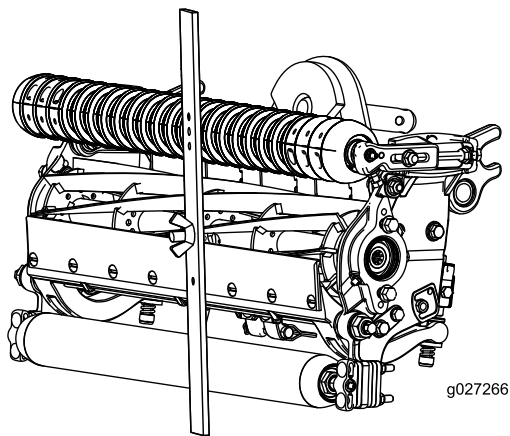

Figura 17
- Agganciate la testa della vite sul tagliente della controlama e appoggiate l'estremità posteriore della barra sul rullo posteriore (Figura 17).
- Ruotate la vite di regolazione finché il rullo anteriore non toccherà la barra di riferimento (Figura 17). Regolate entrambe le estremità del rullo finché l'intero rullo non è parallelo alla controlama.